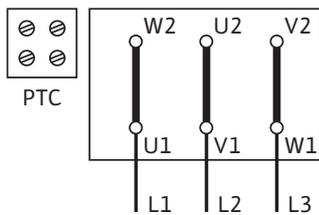

Fig. 45: Y-Δ-start (standard)
Anslutningsschemat för elanslutningen finns på insidan av kopplingsboxen (se även Fig. 45/46).
- Nätanslutningen till uttagsplinten är beroende av motoreffekten P_2 , nätspänningen och tillslagstypen. Den nödvändiga kopplingen av byglingarna i kopplingsboxen beskrivs i listan "Tab. 4: Anslutningsplintarnas användning" på sidan 17 samt i Fig. 45/46.
| Y-Δ-start (standard) | Ta bort byglingar (Fig. 45) |